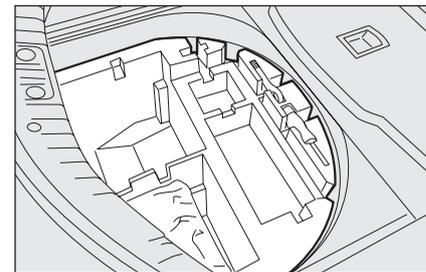

fig. 4
- per versioni dotate del "kit riparazione rapida pneumatici Fix&Go" prelevare dal bagagliaio il contenitore attrezzi **fig. 4**;